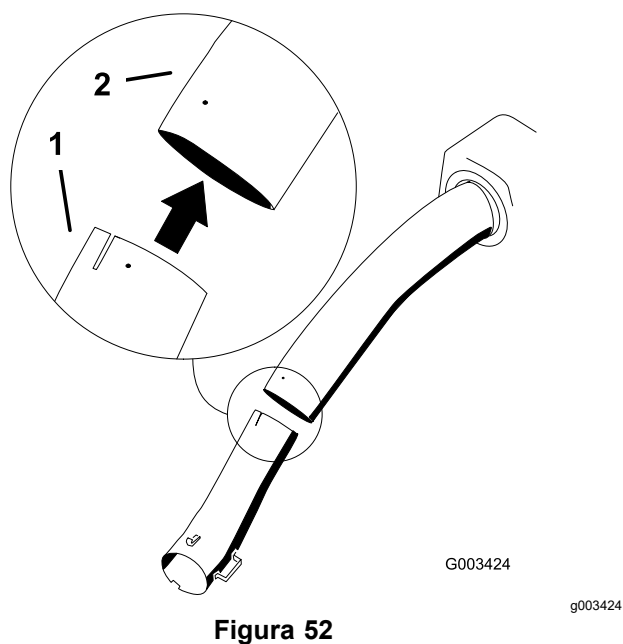

Figura 52
8. Installate il tubo inferiore nel tubo superiore (Figura 52).